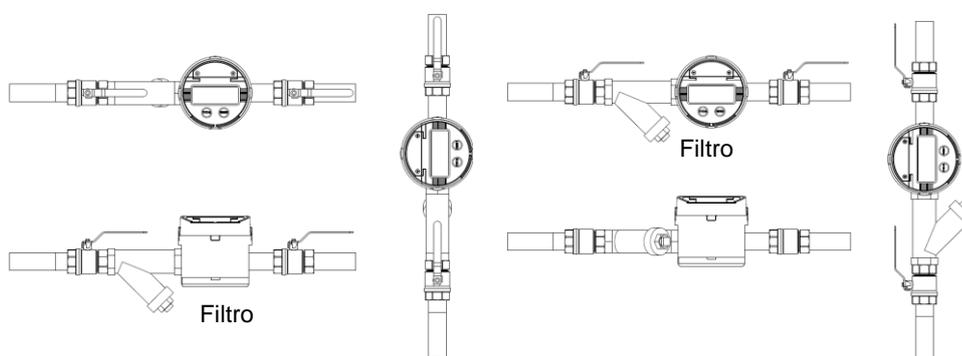

Ilustración 1: Instalación del medidor
- Instale el medidor junto con los ejes del medidor en un plano horizontal (véase la ilustración 1).